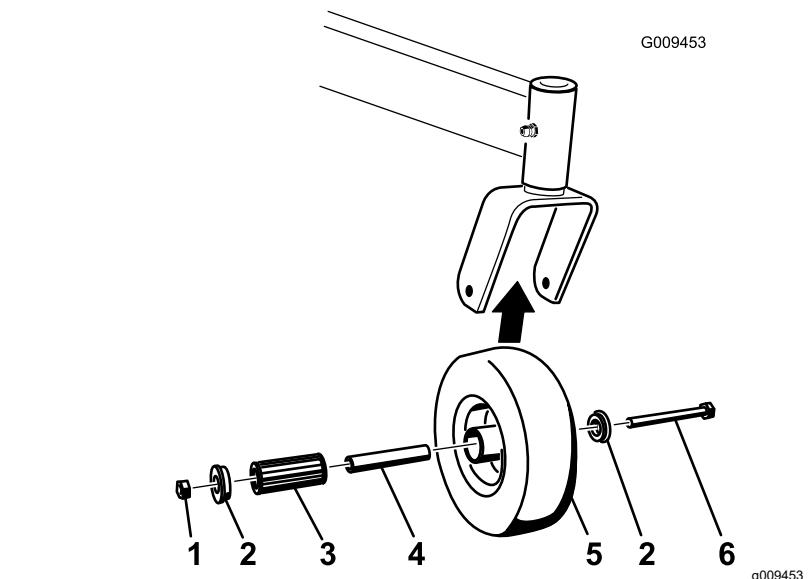

Figura 60
2. Retire un solo casquillo y tire del casquillo intermedio y del cojinete de rodillos para sacarlos del cubo de la rueda (Figura 60).
3. Retire el otro casquillo del cubo de la rueda y límpie la grasa y la suciedad del cubo de la rueda (Figura 60).
Nota: Repare o cambie cualquier pieza dañada o desgastada (Figura 60).
5. Coloque un casquillo en el cubo de la rueda (Figura 60).
6. Engrase el cojinete de rodillos y el casquillo intermedio y deslícelos en el cubo de la rueda (Figura 60).
7. Coloque el segundo casquillo en el cubo de la rueda (Figura 60).
8. Instale la rueda giratoria en la horquilla y fíjela con el perno y la contratuerca (Figura 60).
9. Apriete la contratuerca hasta que el casquillo intermedio se apoye contra el interior de las horquillas de las ruedas giratorias (Figura 60).
1. Retire la contratuerca y el perno que sujetan la rueda giratoria a la horquilla (Figura 60).